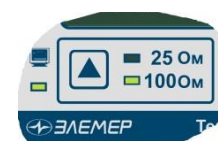

Рисунок 2.9
2.5.5. Выбор внутреннего эталонного резистора осуществляется нажатием кнопки «▲» (рисунок 2.9). Изменение внутреннего эталонного резистора происходит для ранее установленного канала (п. 2.5.2). Назначение эталонного резистора является независимым для каждого канала. Если сопротивление термометра или резистора, подключенного к